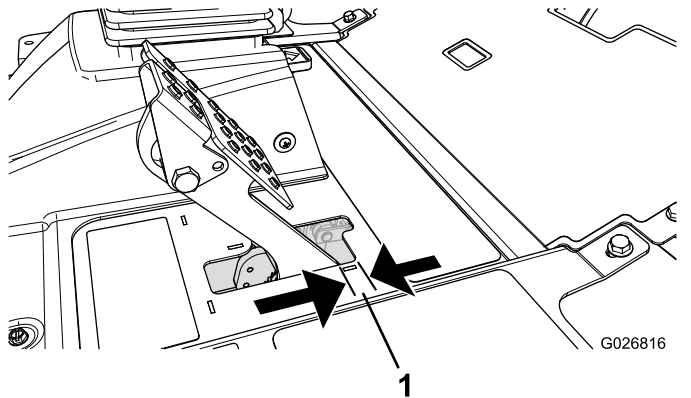

Figure 97
Régalez les freins si la garde à la pédale de frein est supérieure à 2,5 cm (1 po) (Figure 97) ou si la force de maintien offerte est insuffisante. La garde est la distance parcourue par la pédale de frein avant que le freinage soit ressenti.
2. Serrez l'écrou arrière afin de pouvoir déplacer le câble en arrière jusqu'à obtention d'une garde aux pédales de 0,63 à 1,27 cm ($\frac{1}{4}$ à $\frac{1}{2}$ po) (Figure 97), avant le blocage des roues.